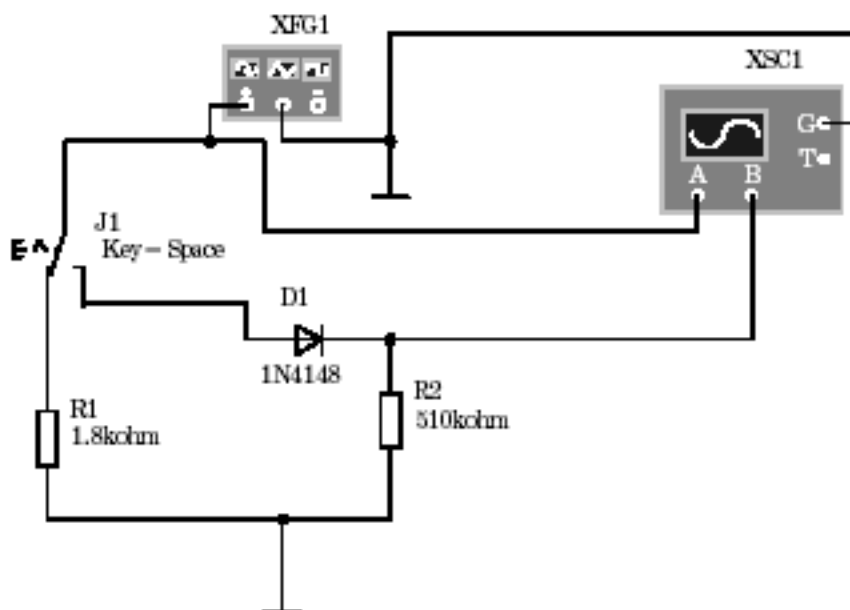

Рис. 11. Принципова електрична схема дослідження сигналів та їх спектрів
2. В програмі Multisim створити модель для дослідження процесу дискретизації і квантування сигналів згідно з принциповою електричною схемою, яка наведена на рис.11.